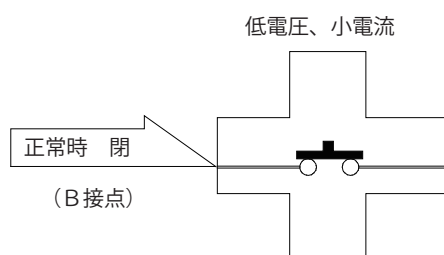

図2-7 サーモスタットの接点
- (1) サーモスタットはB接点になっています。(図2-7参照)